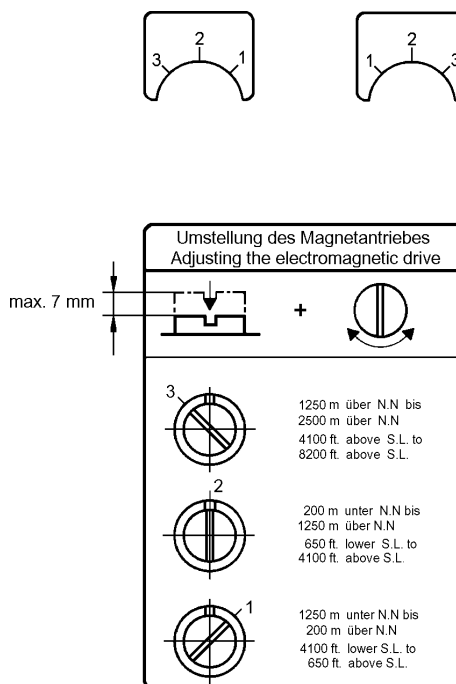

Fig. 31
Bei Abweichung von der werksseitig eingestellten Aufstellungshöhe (-200 m bis +1250 m) ist eine Verstellung auf der Rückseite des Schützes notwendig, siehe Fig. 31.
- Drehen des Einstellstückes auf die Einstellmarke der entsprechenden Aufstellungshöhe (siehe Fig. 31).
Adjustment on the rear of the vacuum contactor is necessary if the site altitude is different from that set at the works, (-200 m to +1250 m), see Fig. 31.
- Turn the setting plug to the setting mark of the corresponding site altitude (see Fig. 31).